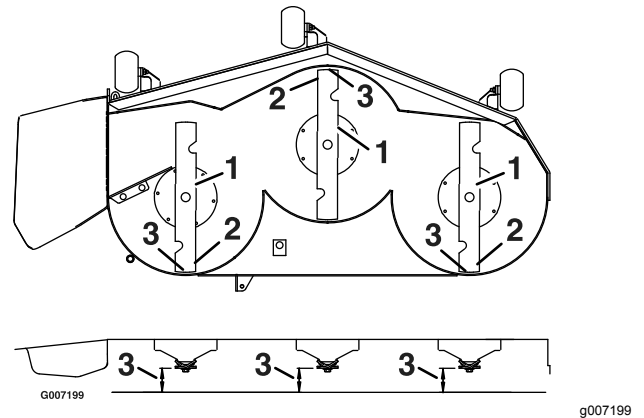

Figura 61
- Gire cuidadosamente las cuchillas colocándolas en el sentido de avance de la máquina (Figura 61).
- Mida entre la punta de la cuchilla delantera y la superficie plana y entre la punta de la cuchilla trasera y la superficie plana (Figura 61).